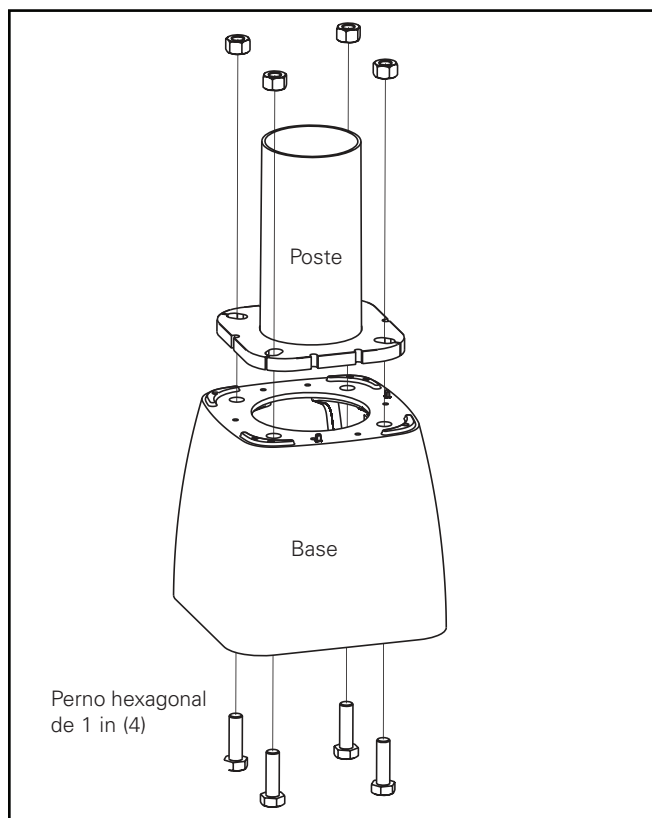

Figura 4. Detalle de montaje del poste
1. Instale la cubierta uno en la base con tres tornillos de 1/4-20 y arandelas proporcionados. (Figura 4).
4. Use tres tornillos de 1/4-20 y arandelas para instalar la cubierta dos en su lugar. (Figura 4).